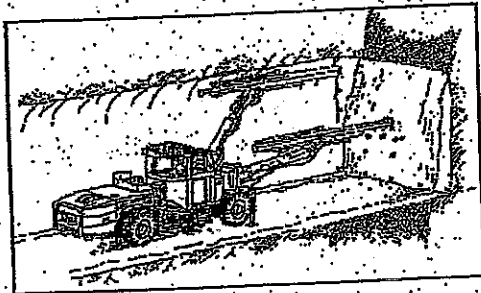
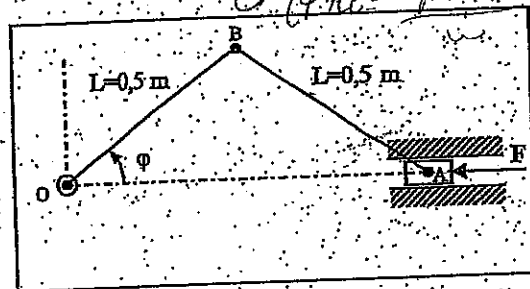

Figura 1. Máquina tuneladora.
Figura 2. Modelización del mecanismo.
La máquina tuneladora de la figura 1 necesita acoplar un volante de inercia para su funcionamiento óptimo. En la figura 2 se representa la modelización del mecanismo de dicha máquina, que es accionada por un motor rotativo de par constante acoplado a la manivela (OB). El proceso de excavación genera una fuerza resistente (F) sobre el acoplador (A) que se puede aproximar al diagrama de la figura 3. Se necesita que el proceso de excavar discorra en régimen estacionario: $300/\pi$ ciclos de carga por minuto girando a velocidad constante con un grado de irregularidad máximo de 0,05.
Diseñar completamente el volante de inercia (calcular su inercia, masa y radio) en forma de disco macizo que debe acoplarse al mecanismo de la figura 2, teniendo en cuenta que por razones resistentes del material, la velocidad en la periferia del disco no debe superar los 10 m/s.